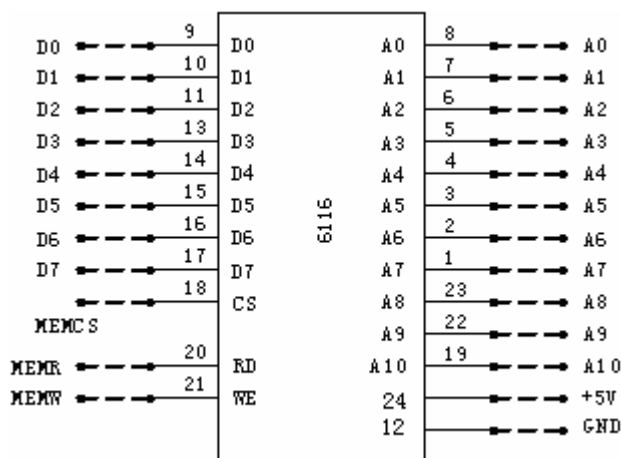

图14-1
- 1、按照图14-1将实验箱通用插座D区6116连接好。编程将USB的6116缓冲区D4000H, 偏移量为0的一块数据循环写入字符A~Z, 用Block MODE DMA方式传送到实验箱的6116的缓冲区D6000H上, 并察看送出的数据是否正确。